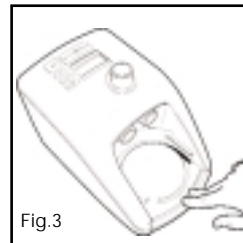
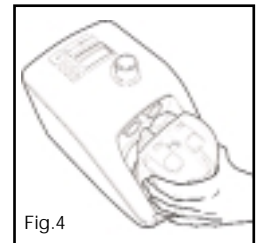

Fig.3
Fig.4
6. Om de bevochtigingkamer aan het apparaat aan te sluiten, duw de vingerbescherming naar beneden en schuif de kamer erop (Fig.3) (Fig.4).